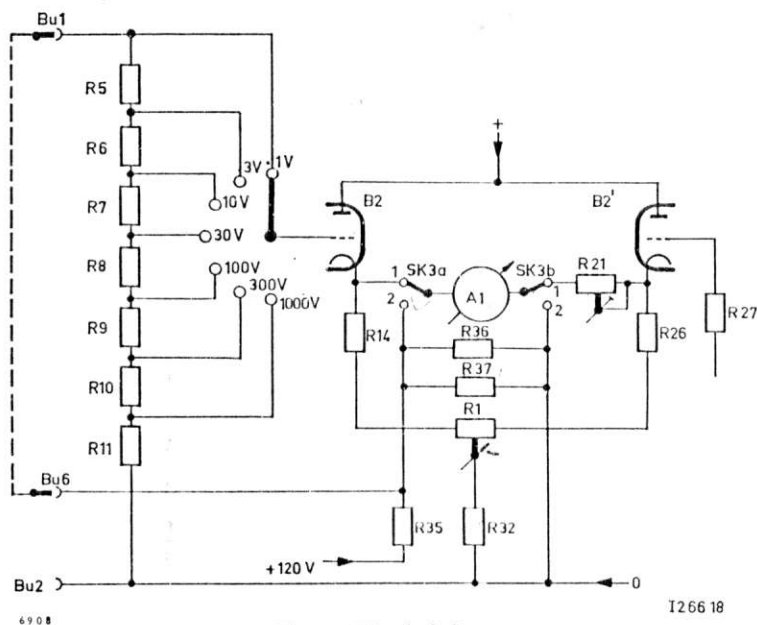

Fig. 7. Ijkschakeling
F. De ijkschakeling (fig. 7)
In fig. 7 staat SK3 in de stand „meten". Als R21 goed is ingesteld, zal de meter nauwkeurig de grootte van een op BU1 aangesloten spanning aangeven.